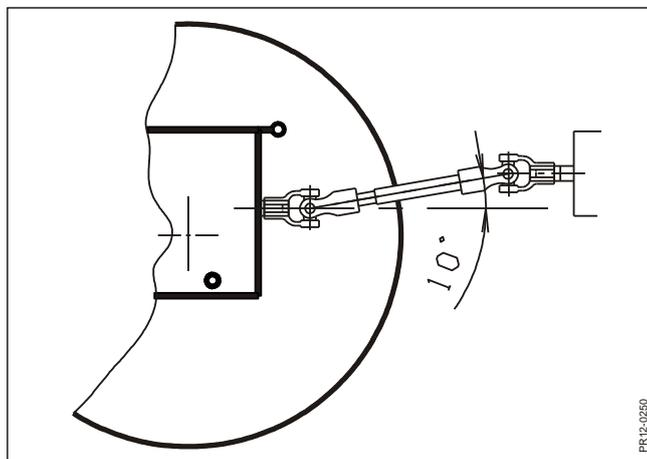

Fig. 2-10
**Fig. 2-10** La TDF del tractor y el AEF (acoplamiento de entrada de fuerza) de la máquina deben estar paralelos, es decir, el ángulo entre ellos debe ser tan cercano a 0° como sea posible. La suspensión está ajustada de manera que el eje de la TDF en la posición de trabajo es 10° superior o inferior al horizontal como máximo. Esto significa que el eje de entrada de la caja de cambios está a un máximo de 100 mm por encima o debajo de la TDF del tractor.